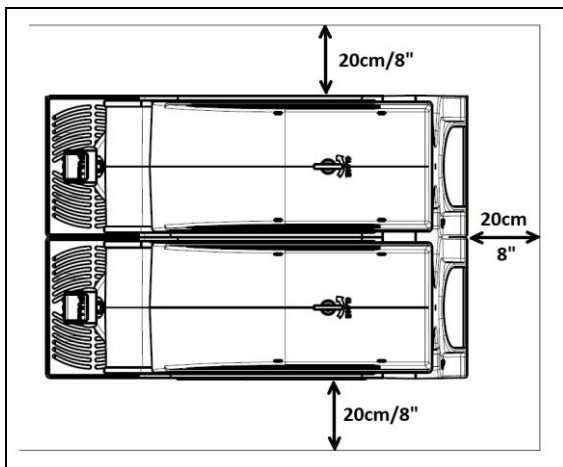

Fig. 20
b) Coloque el equipo en una superficie horizontal y sólida obrando de tal forma que el bastidor del equipo esté bien aireado (al menos 20 cm de espacio libre, fig.20), monte el equipo en un ambiente seco y evite montarlo cerca de fuentes de calor. **La temperatura ambiente de uso de la máquina debe estar entre 24°C y 32°C (entre 75°F y 90°F).**